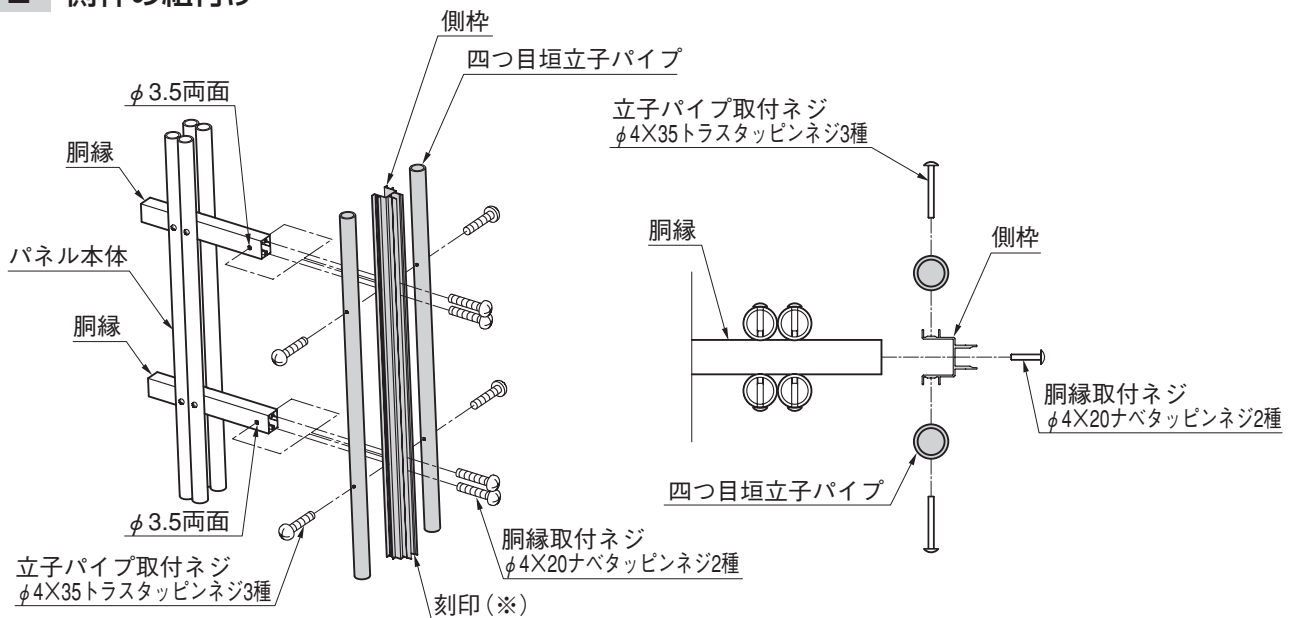

図2-2
- 2 側枠、立子パイプ、ネジをパネル本体切捨て側から取りはずし、図2-2を参照して組付けてください。